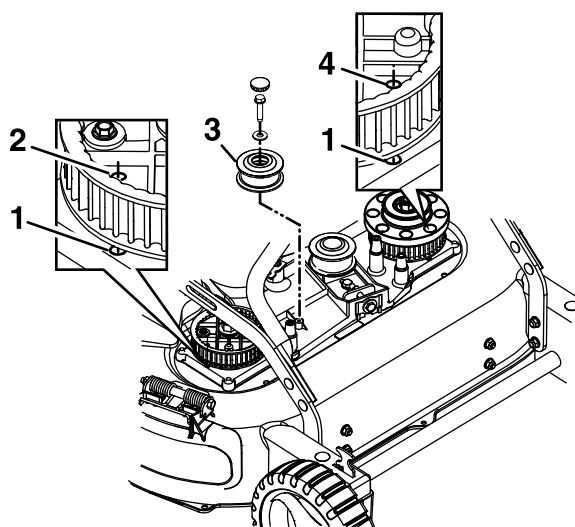

Figura 28
6. Retire y guarde la polea tensora fija y las fijaciones (Figura 28).
8. Alinee los orificios de los piñones de la izquierda y de la derecha con los orificios de la carcasa, como se muestra en la Figura 28. Sujete los piñones en su sitio con una varilla o un destornillador.